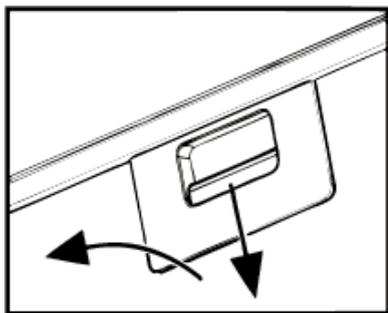

Рис.6
8.6 Для зняття алюмінієвого фільтра (**рис.6**) слід натиснути на пружинну засувку алюмінієвого фільтра **1** і зняти його. Витягнути висувну панель з фільтром **2** і зняти алюмінієвий фільтр **3**. Встановлення фільтра виконується в зворотному порядку.